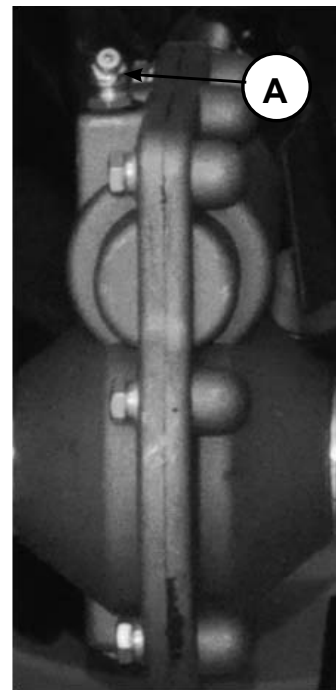

Рис.18
ОБСЛУЖИВАНИЕ РЕДУКТОРА (РИС.18)
2. Ослабьте гайки крепления салазок (А), Рис. 18) и установите салазки (В) на необходимую высоту. Снова затяните гайки.